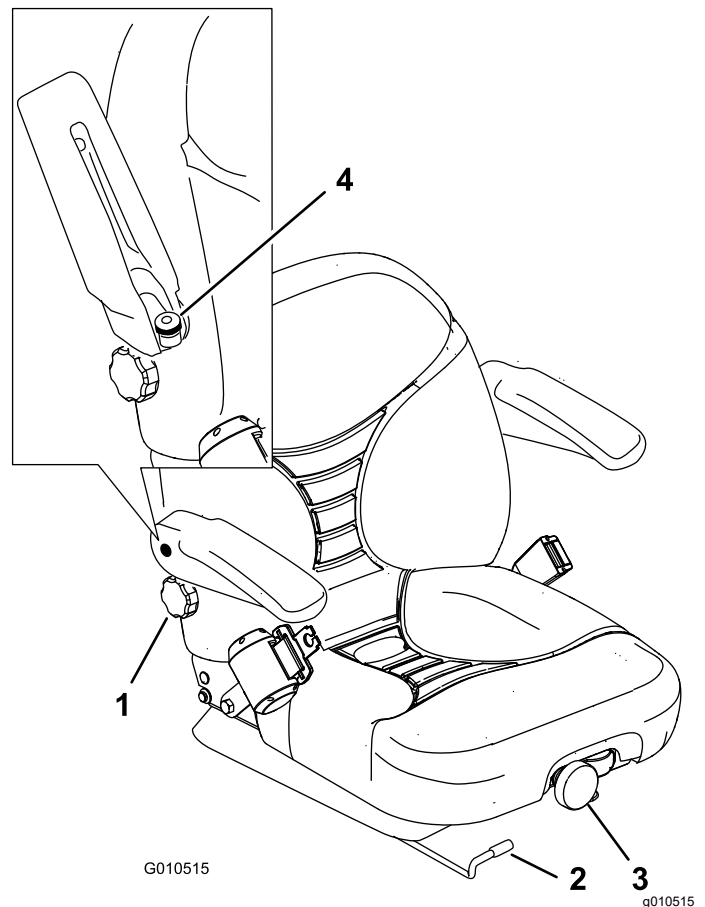

Bild 34
1. Schieben Sie den Hebel zur Seite, um den Sitz zu entriegeln (Bild 34).
Drehen Sie das Handrad zum Verstellen an der Vorderseite solange, bis der gewünschte Komfort erreicht ist (Bild 34).
Drehen Sie zum Verstellen das Handrad unter der rechten Armlehne solange in eine Richtung, bis der gewünschte Komfort erreicht ist (Bild 34).
Heben Sie die Armlehne an und drehen Sie das Handrad in eine Richtung, um den gewünschten Komfort zu erreichen (Bild 34).